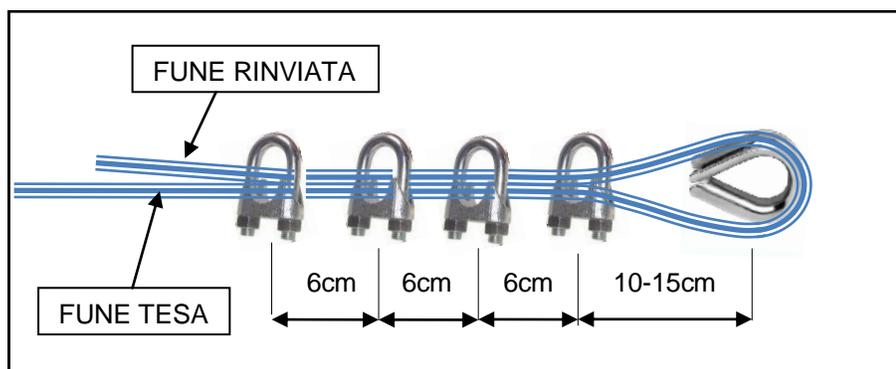

Figura 12
- iii. tirare bene la fune a mano e fermarla con 4 morsetti CAV10.(Figura 12).
#### Attenzione: (Figura 12)